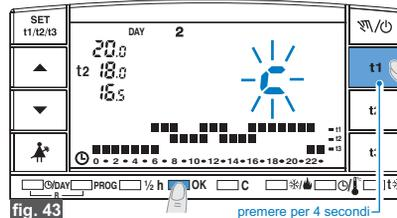

fig. 43
- Tenere premuto il tasto **t1** (fig.43) fino alla comparsa della scritta lampeggiante del valore impostato per il Differenziale (esempio **d06c**) oppure la durata del ciclo (esempio **P 10**) se è impostata la modalità Proporzionale modulante.